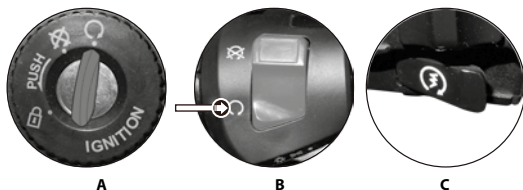

Imagen 31. Encendido de motor.
5. Girar la llave a la posición "⤵". Ver imagen 31-A.
9. Colocar el interruptor cortacorriente en la posición "⤵". Ver imagen 31-B.
11. Oprimir el interruptor de arranque eléctrico para dar marcha al motor. Ver imagen 31-C.